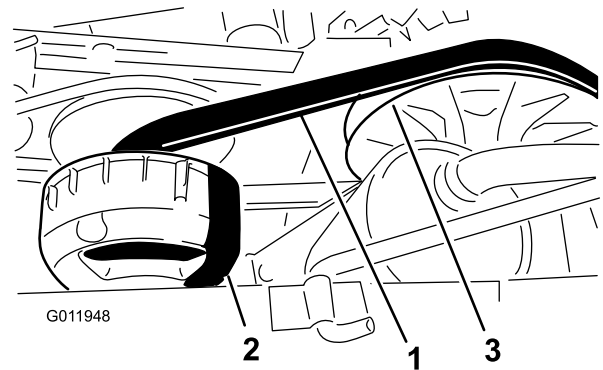

Bild 63
4. Drehen und prüfen Sie den Riemen (Bild 63) auf überdurchschnittliche Abnutzung oder Beschädigung.
3. Drehen Sie den Riemen und verlegen ihn über die sekundäre Kupplung (Bild 63).
4. Nehmen Sie den Riemen von der primären Kupplung (Bild 63).
- Fluchten Sie den neuen Riemen über der primären Kupplung aus (Bild 63).
6. Drehen Sie den Riemen und verlegen ihn über die sekundäre Kupplung (Bild 63).